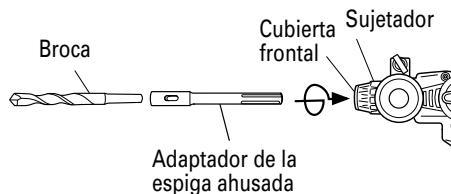

Fig. 24
- (1) Montar el adaptador de la espiga ahusada en el martillo perforador. (Fig. 24)
- (2) Montar la broca (espiga ahusada) en el adaptador de la espiga ahusada. (Fig. 24)